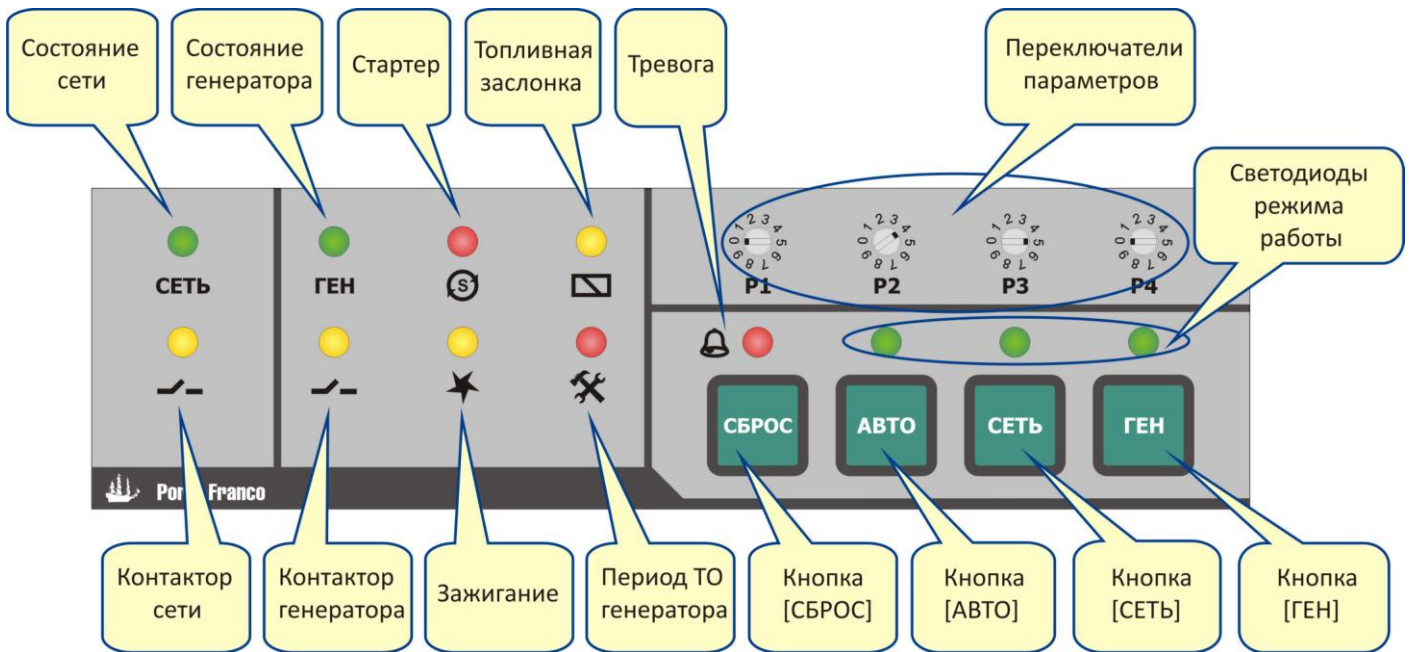

Рис. 5.3. Светодиодная индикация
На передней панели контроллера расположены следующие элементы индикации (рис. 5.3):
5.3.2 Три светодиода режима работы (рис. 5.3) расположены над соответствующими кнопками выбора режима. Текущий режим работы контроллера индицируется непрерывным зелёным свечением соответствующего светодиода.
5.4.1 На передней панели контроллера (рис. 5.3) расположены следующие элементы управления:
5.5.1 Выбор режимов «Авто», «Сеть», «Генератор» осуществляется нажатием соответствующей кнопки на передней панели контроллера (рис. 5.3).
5.6.1 Переключатели параметров (рис. 5.3) позволяют выполнить настройку четырёх параметров контроллера, которые представлены в таблице 5.2. Соответствие положения переключателя значению параметра представлены в таблицах 5.3–5.6.